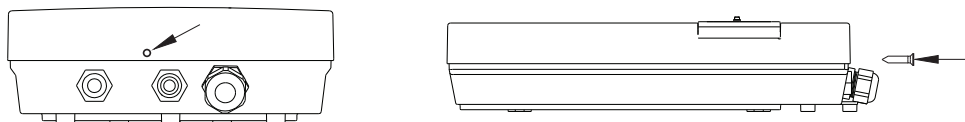
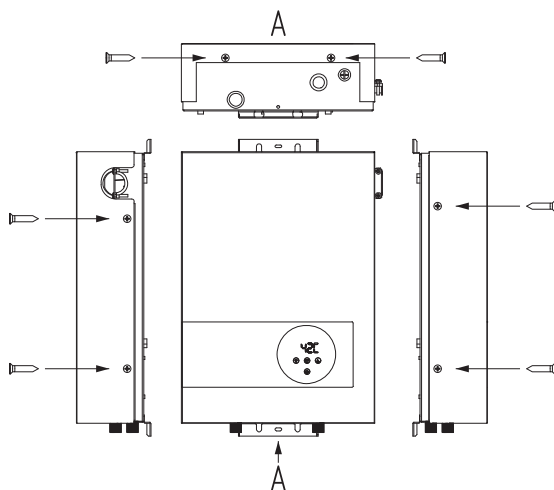

Рис.13 Крепление передней и задней крышек винтом ZOTA Joy 7 - 24 кВт
Рис.14 Демонтаж передней крышки ZOTA Joy 36 кВт
1. Открутите винт, которым фиксируются передняя и задняя крышки (см. **Рис.13**), откройте переднюю крышку, в ZOTA Joy 36 кВт выкрутите 6 винтов и откройте переднюю крышку (см. **Рис.14**);